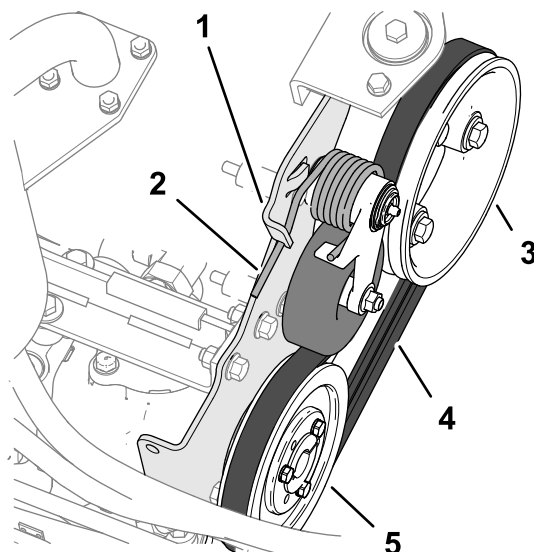

Figura 81
2. Empurre a extremidade da mola de tensão da correia para baixo e para fora do encaixe da aba de montagem da bomba e mova a extremidade da mola para frente (Figura 81).